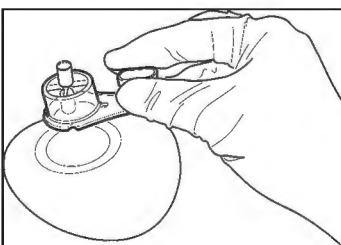

Figure 3
3. En tenant l'ELD comme indiqué dans la figure 3, placez la base du support de l'ELD sur le tissu du patient, au-dessus de l'expandeur tissulaire implanté.